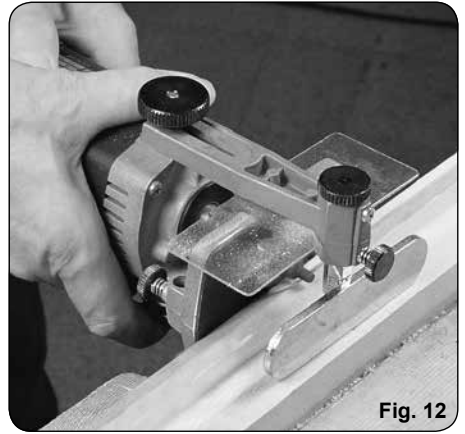

Fig. 12
12.50.041	Esquí de apoyo horizontal (Fig.12)